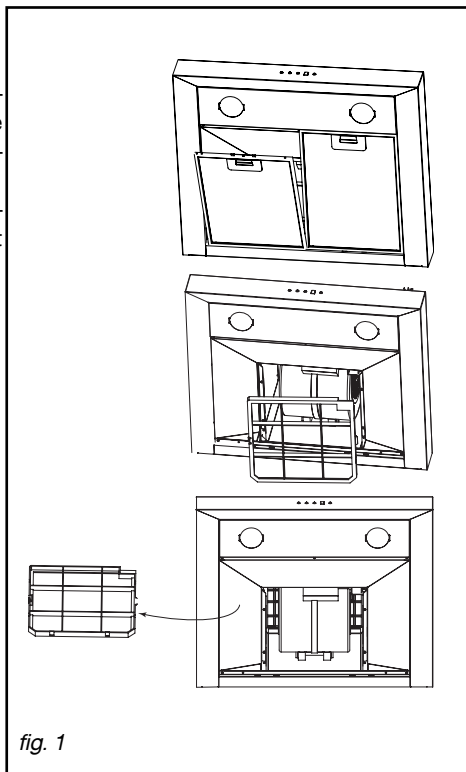

fig. 1
(fig. 1)
- Retirez le filtre cassette en le dépliant (fig. 1).
Les éventuelles interventions sur votre appareil doivent être effectuées par un professionnel qualifié dépositaire de la marque. Lors de votre appel, mentionnez la référence complète de votre appareil (modèle, type, numéro de série). Ces renseignements figurent sur la plaque signalétique (Fig. 1).